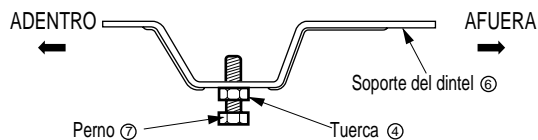

Fig. 3
3. Corte el sellode chasis de la ventana a la longitud apropiada. Pele el resfuerzo y aplique la Cinta de Espuma a la parte inferior del chasis de la ventana. FIG.3
3. Arme de modo flojo el soporte del dintel ⑥ usando las partes que se muestran en Fig. 3.